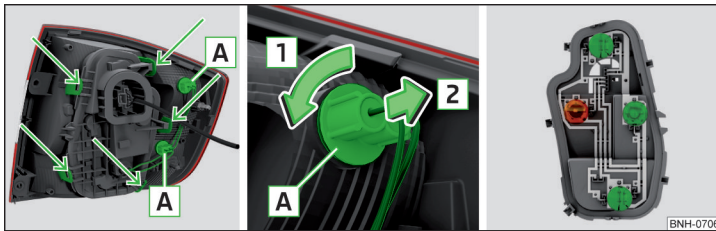

Fig. 271 Partea exterioră a lămpii/Scoaterea becului/Suportul de lampă
- Rotiți soclul, împreună cu becul cu incandescență **A** în sensul săgeții **1** » fig. 271.
- Deblocați soclul becului în zonele marcate cu săgeți » fig. 271 și scoateți-l din lampă.